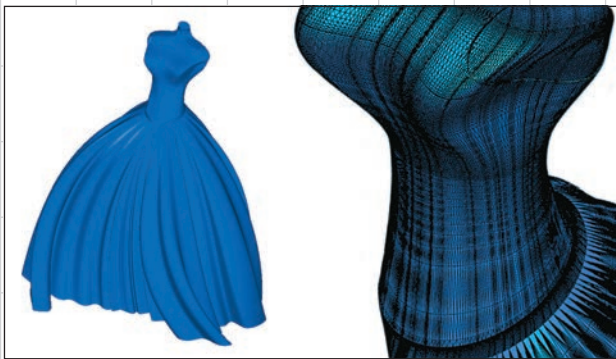

Рис. 34. Перестроение шивки в 7,1 раза быстрее, чем прежде (3 мин 27 с/29 с)
- доработана шивка граней (рис. 34).